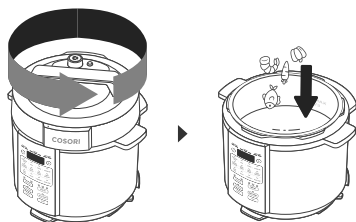

Figure 5.1
1. Tournez le couvercle dans le sens inverse des aiguilles d'une montre et soulevez-le pour ouvrir. Ajoutez les ingrédients dans la cuve interne. **[Figure 5.1]**